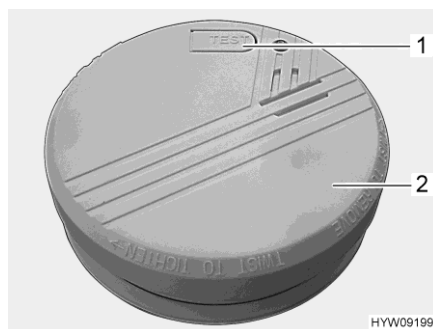

Fig. 114 Détecteur de fumées
- Tourner le détecteur de fumées (Fig. 114,2) dans le sens inverse des aiguilles d'une montre jusqu'à ce qu'il se détache de la fixation.
- Tester le détecteur de fumées. Appuyer pour cela sur la touche de contrôle (Fig. 114,1). Le signal d'alarme doit retentir.